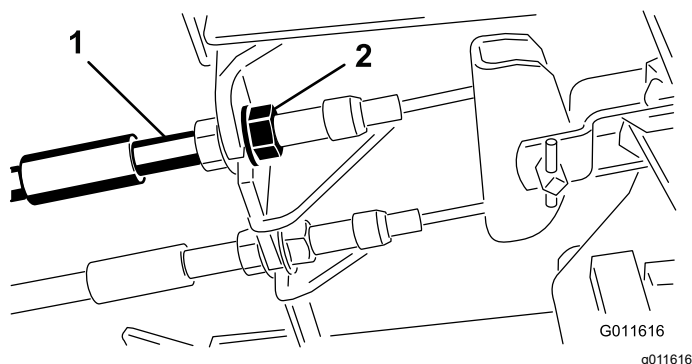

Figure 84
1. Pour réduire la garde aux pédales de frein, serrez les freins en desserrant l'écrou avant sur l'extrémité fileté du câble de frein (**Figure 84**).